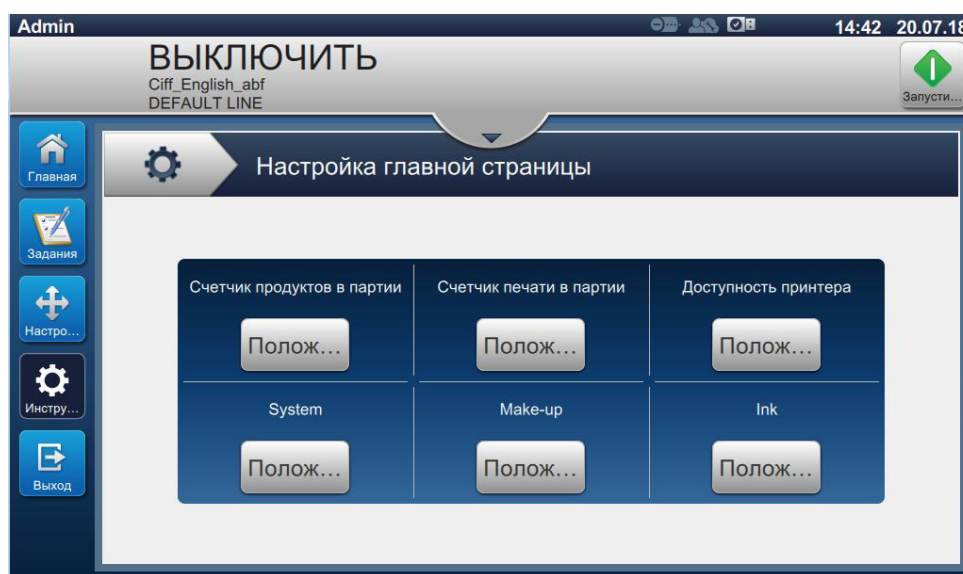

Рис. 6-19: Экран «Настройка главной страницы»
1. Нажмите кнопку  на экране «Инструменты». Откроется экран «Настройка главной страницы», как показано на Рис. 6-19.